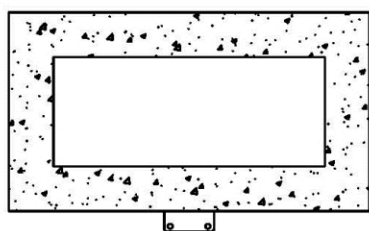

Fig.5
- Marquez la position des deux trous inférieurs - voir Fig.5 - et retirez l'appareil en veillant à ce que le support de fixation inférieur soit tourné vers le haut.